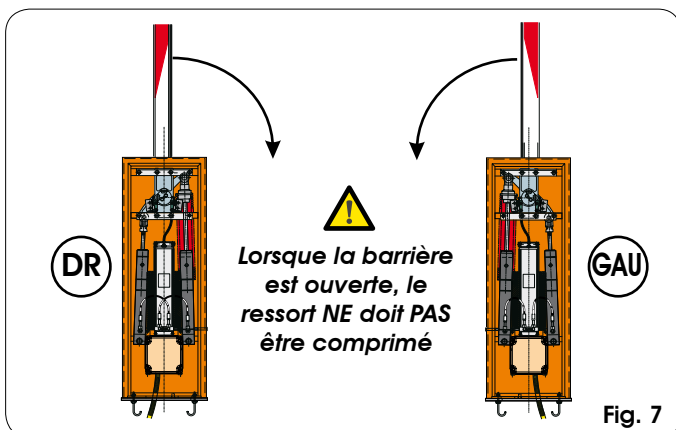
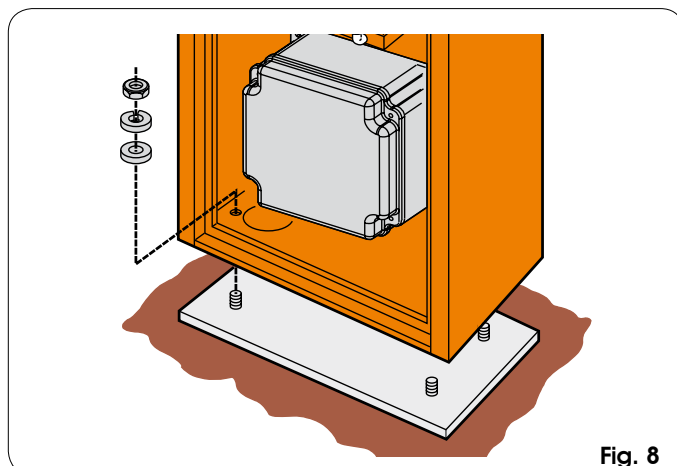

Fig. 7
Fig. 8
- 1) Fixer le montant sur la plaque de fondation avec les quatre écrous fournis (fig.8) en vérifiant la configuration de la barrière d'après la figure 7. Tenir compte du fait que le capot du montant est normalement tourné vers l'intérieur de la propriété.